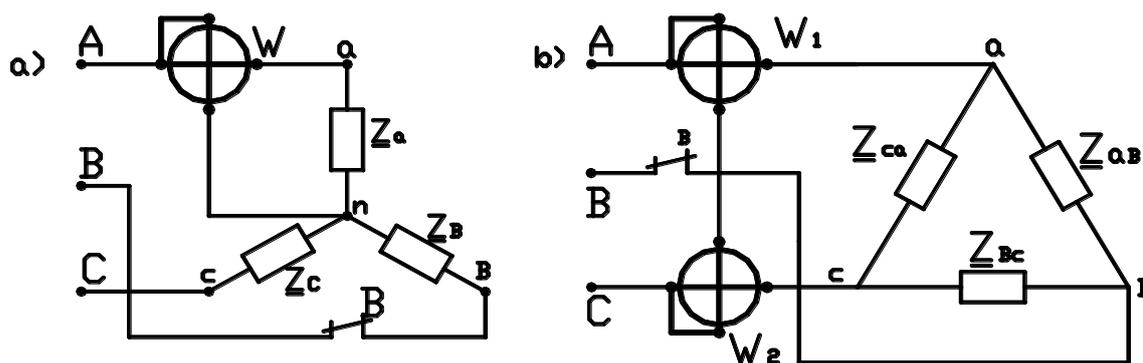

Рис. 1.3
**Задача 1.3.** В трехфазную сеть с симметричной системой линейных напряжений  $U$  включен симметричный потребитель электроэнергии, фазы которого имеют комплексные сопротивления:  $\underline{Z}_a = \underline{Z}_b = \underline{Z}_c$  (рис. 1.3,а,б) и соединены «звездой» или